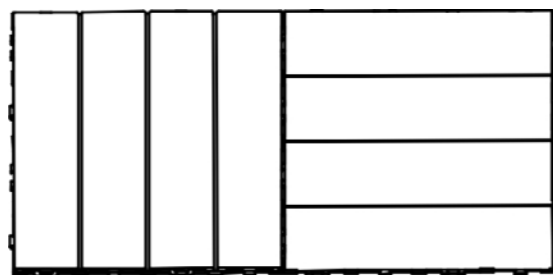

Bild 7
- ⑤ Fäst slutligen de två sista kopplingarna och tryck nedåt för att låsa fast plattorna, så som visas på bild 7.